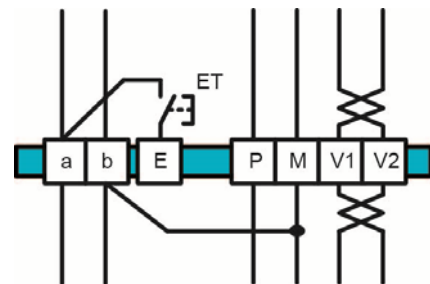

Abb. 7:
► Verbinden Sie die b- und M-Ader mit einer Drahtbrücke (Abb. 7).